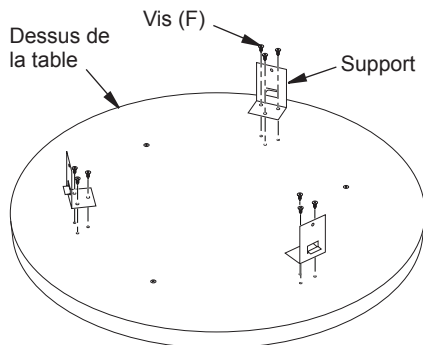

Figure 9 - Assemblage du dessus de la table
16. Placez la table dessus dessous sur une couverture ou un carton pour prévenir les égratignures. Installez 3 supports et 9 vis autotaraudeuses (F) comme illustré à la figure 9.